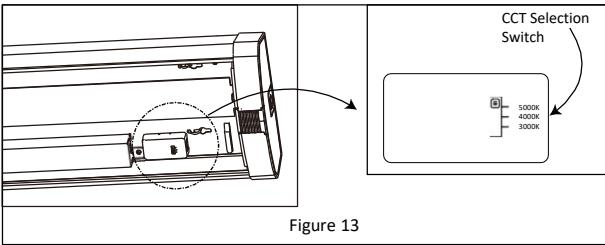

Figure 13
9. If applicable, select the desired CCT for the environment in which the fixture is installed. **See Figure 13.**
9. *Le cas échéant, sélectionnez la température de couleur proximale (CCT) souhaitée pour l'environnement dans lequel le luminaire est installé. Reportez-vous à la Figure 13.*